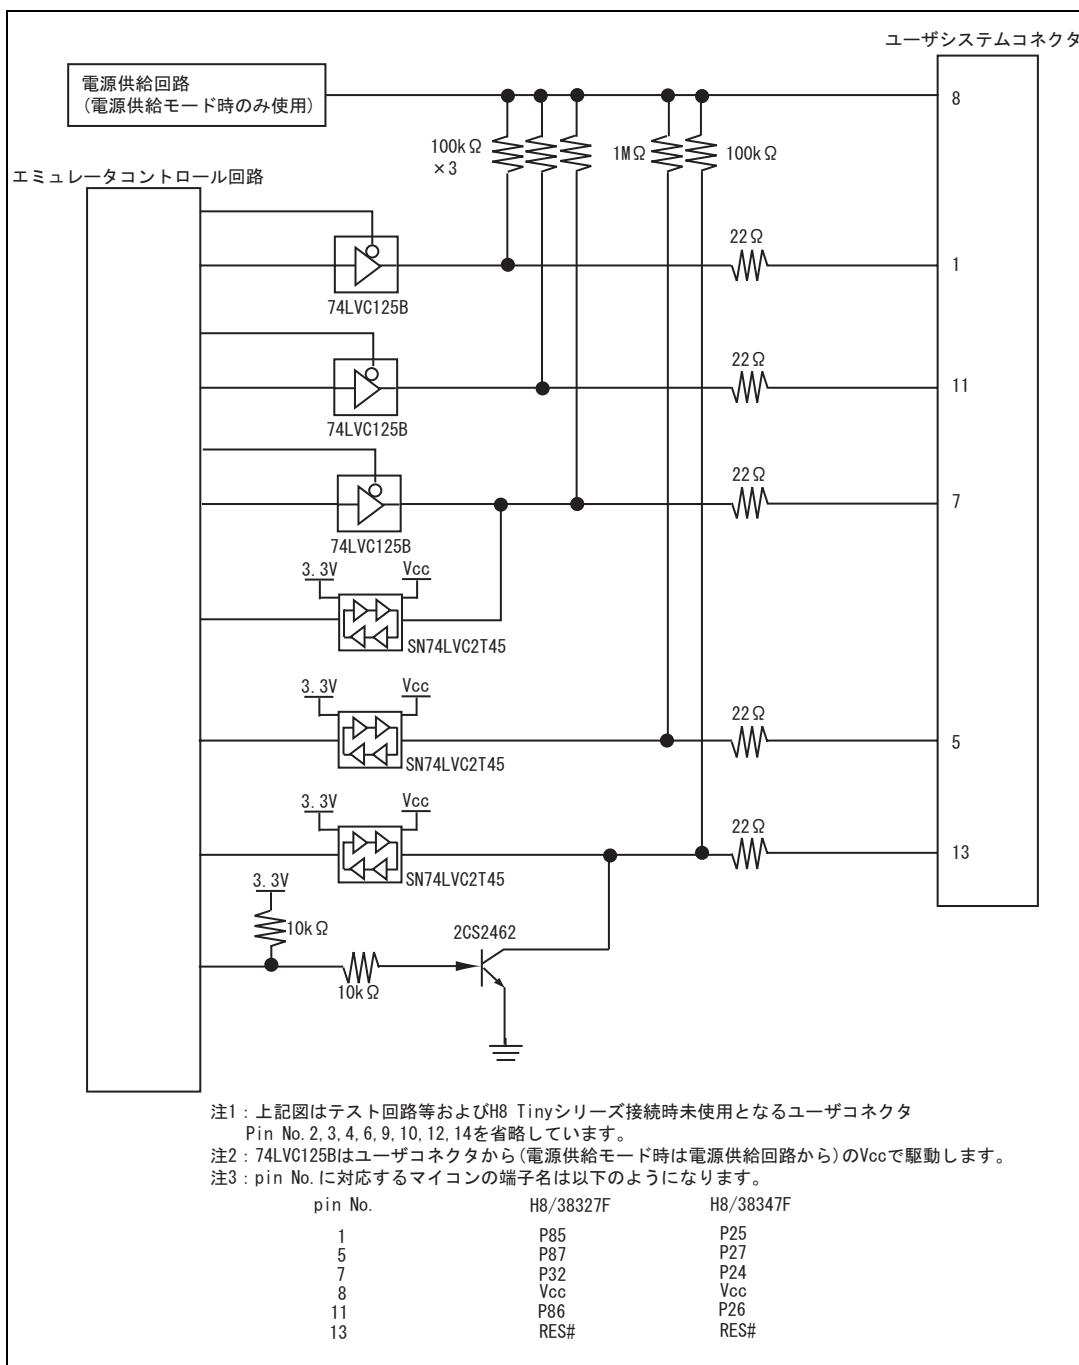

図 4.9 E8a エミュレータ内インターフェース回路 (参考)
6. 図4.8にE8エミュレータ内インターフェース回路を示します。図4.9にE8aエミュレータ内インターフェース回路を示します。プルアップ抵抗の値などを決定するときに参考にしてください。